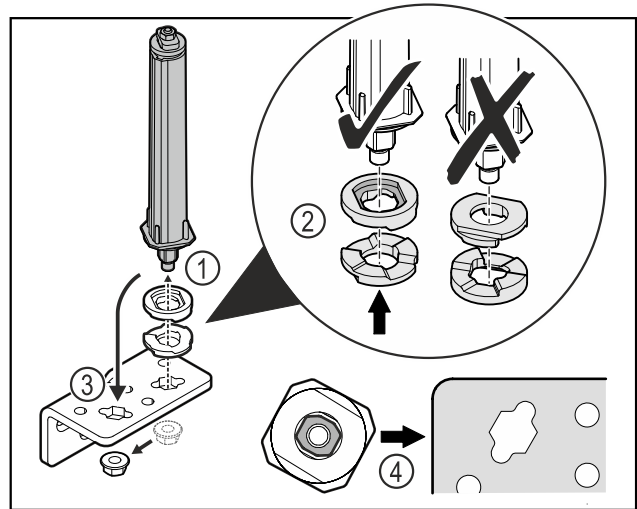

Fig. 39
- ▶ Avaa mutteri ja poista oven sulkuyksikkö Fig. 39 (1).
- ▶ Huomioi korkeusäätläaattojen oikea kohdistus Fig. 39 (2).
- ▶ Aseta oven sulkuyksikkö saranakulmassa toiseen paikkaan ja kiinnitä mutterilla Fig. 39 (3).
- ▶ Huomioi oven sulkuyksikön oikea kohdistus paikalleen asettamisen yhteydessä Fig. 39 (4).